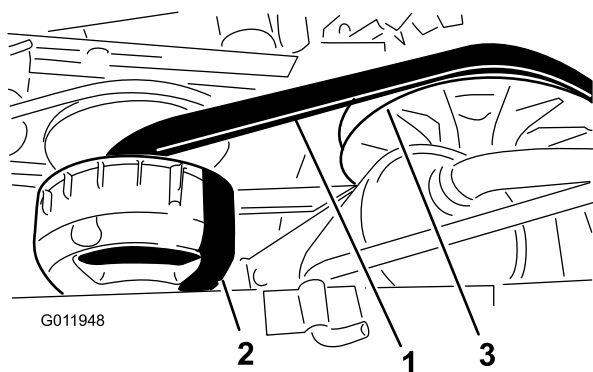

Bild 66
4. Drehen und prüfen Sie den Riemen (Bild 66) auf überdurchschnittliche Abnutzung oder Beschädigung.
3. Drehen Sie den Riemen und verlegen ihn über die sekundäre Kupplung (Bild 66).
4. Nehmen Sie den Riemen von der primären Kupplung (Bild 66).
5. Fluchten Sie den neuen Riemen über der primären Kupplung aus (Bild 66).
6. Drehen Sie den Riemen und verlegen ihn über die sekundäre Kupplung (Bild 66).